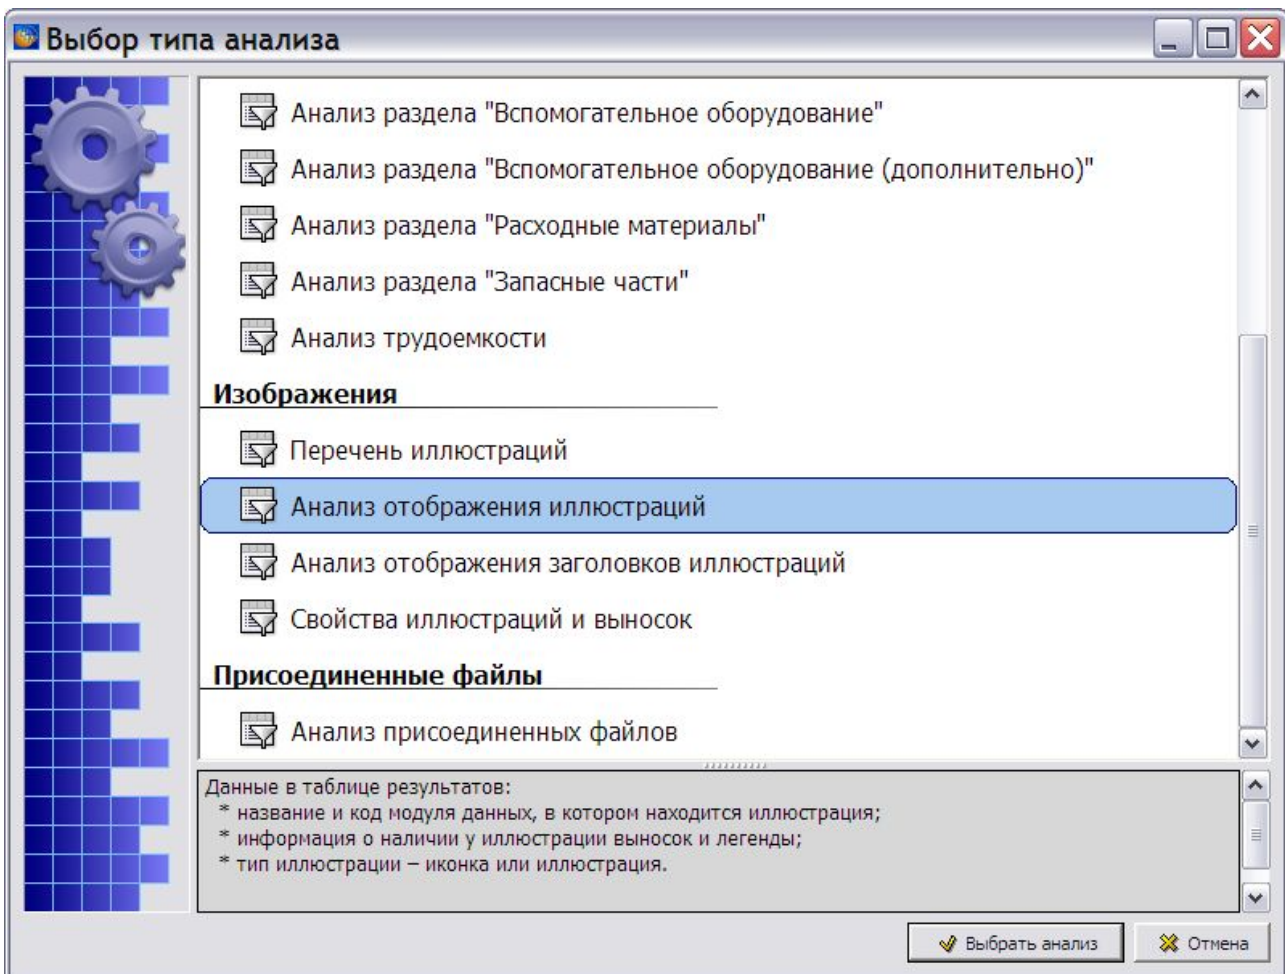

Рис. 8.200
1. В окне **Выбор типа анализа** выберите тип анализа «Анализ отображения иллюстраций» (Рис. 8.200).